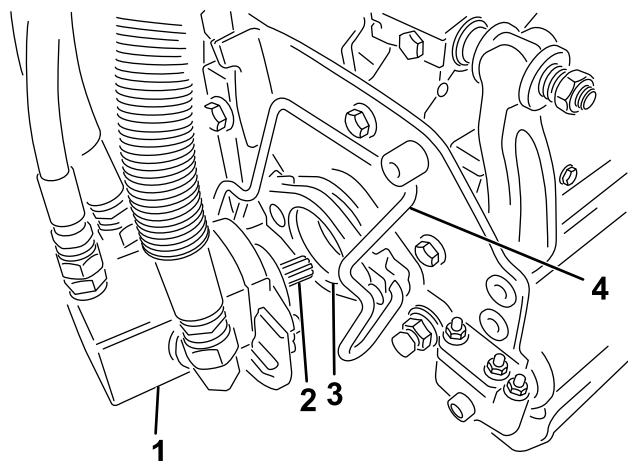

図 3
4. モータを、スパイカユニットの左側運転席から見てに取り付け、スパイカユニットについているモータ固定バーを、モータの上から被せるようにセットし、モータの左右から「カチッ」というロック音が聞こえるまで押し下げる 図 3。